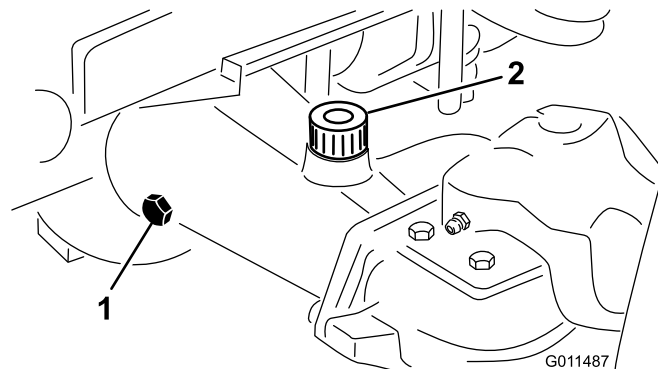

Figura 14
- Retire o tampão de verificação que se encontra numa das extremidades do eixo (Figura 14) e certifique-se de que existe lubrificante até ao fundo do orifício. Se o nível estiver baixo, retire o tampão de enchimento (Figura 14) e adicione lubrificante suficiente para o nível de lubrificante subir até ao fundo do orifício do tampão de verificação.